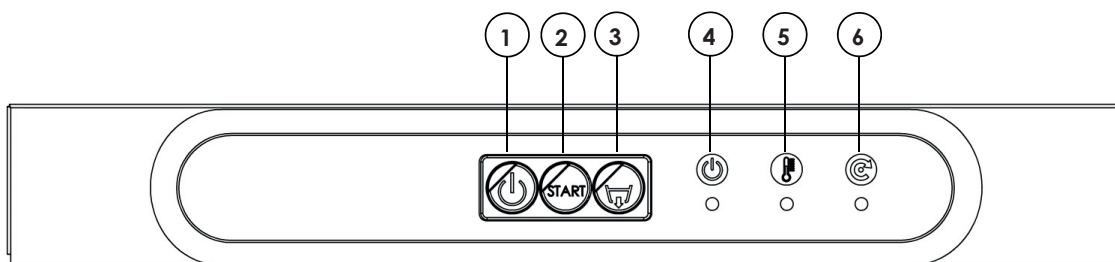

Abb. 14b
3. Den Geschirrspüler vollständig entleeren, wenn er mit einer Ablasspumpe versehen ist, die Ablasspumpe durch Gedrückthalten der TASTE ABLASSPUMPE (3 Abb. 14b, 14c) betätigen.